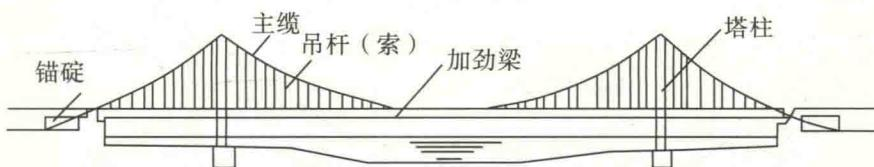

图1-5 悬索桥的结构简图
悬索桥又名吊桥，指的是以通过索塔悬挂并锚固于两岸（或桥两端）的缆索（或钢链）作为上部结构主要承重构件的桥梁。悬索桥由主缆、加劲梁、塔柱、吊杆和锚碇构成，如图1-5所示。其缆索的几何形状由力的平衡条件决定，一般接近抛物线。从缆索垂下许多吊杆，把桥面吊住，在桥面和吊杆之间常设置加劲梁，同缆索形成组合体系，以减小荷载所引起的挠度^①变形。
(3) 斜拉桥：斜拉索将主梁吊住，使主梁变成多点弹性支承连续梁工作，并承受斜拉索水平分力施加的压力作用，由此减小了主梁截面，使桥梁具有很大的跨越能力。
(4) 悬索桥：如上图 1-5 所示，桥塔承受索缆通过索鞍传来的垂直荷载和水平荷载及加劲梁支撑在塔上的反力，并将各种荷载传递到下部塔墩和基础。